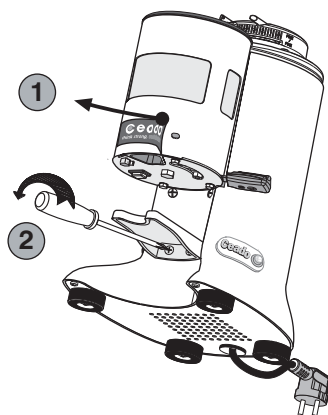

Fig. 13
- 1** Togliere l'adesivo Ceado dal dosatore (1, Fig. 13) e smontare la forcella di appoggio svitando
le viti di fissaggio (2, Fig. 13). Conservare queste ultime in un luogo sicuro.